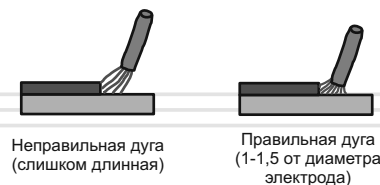

рисунок 6
6. Для возбуждения дуги отведите электрод от свариваемой поверхности на расстояние (в зависимости от диаметра электрода расстояние должно соответствовать 1-1,5 диаметра используемого электрода) и удерживайте это расстояние в течение всего сварочного процесса (см. рисунок 6).